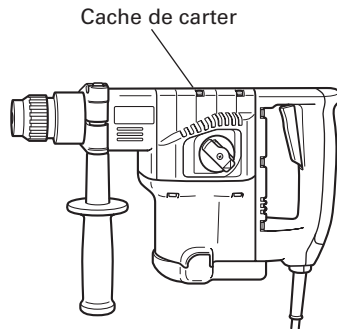

Fig. 21
- (1) Démontez le couvercle de manivelle et essuyer complètement la vieille graisse à l'intérieur. (Fig. 21)
- (2) Appliquer 30 g (la quantité standard pour recouvrir la tige de connexion) de graisse pour Marteau électrique Hitachi A dans le carter.
- (3) Après avoir remplacé la graisse, remonter fermement le carter. A ce moment, ne pas endommager ni desserrer le joint d'huile.